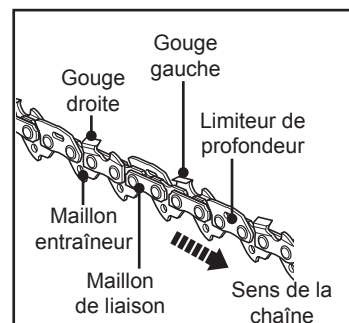

Fig. 40
- L'utilisateur doit faire affûter la chaîne (8) par un professionnel dans un centre de réparation agréé ou l'affûter lui-même à l'aide d'un kit d'affûtage adapté. En outre, il convient de toujours suivre les instructions d'affûtage fournies avec le kit d'affûtage.
- La différence de hauteur entre la gouge et la strie représente la profondeur de coupe. Lors de l'affûtage de la chaîne (8), garder à l'esprit les points suivants (Fig. 40).